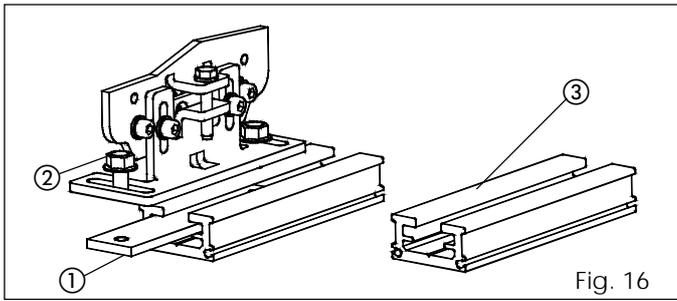

Fig. 16
- Montare il profilo attacco anta (accessorio fig. 16 rif. ③) sulla parte superiore dell' anta utilizzando viti adeguate.
- Fissare l' anta sui rispettivi carrelli utilizzando le piastre (fig. 16 rif. ①) e le viti (fig. 16 rif. ②) in dotazione.